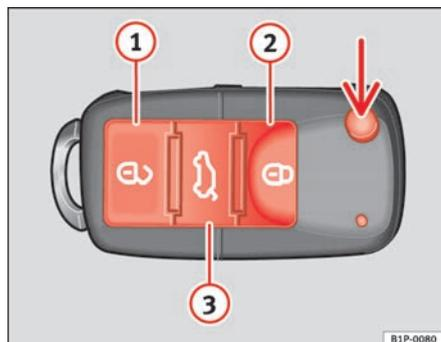

Fig. 63 Teclas de la llave con mando a distancia
Con la tecla ⇒ fig. 63 (flecha) del mando, se desbloquea el paletón de la llave.
Desbloqueo del vehículo ⇒ fig. 63 ①. Las puertas y el portón trasero se desbloquean.
Bloqueo del vehículo . ⇒ fig. 63 ②
Desbloqueo del portón trasero . Pulse la tecla ⇒ fig. 63 ③ hasta que todos los intermitentes del vehículo parpadeen brevemente. Al pulsar la tecla de desbloqueo ③, dispone de 2 minutos para abrir el portón. Una vez transcurrido este tiempo se bloqueará de nuevo.
Además, el testigo de la pila de la llave ⇒ fig. 63, parpadea.
⇒ página 106, fig. 63 desde la cerradura de la puerta del conductor.